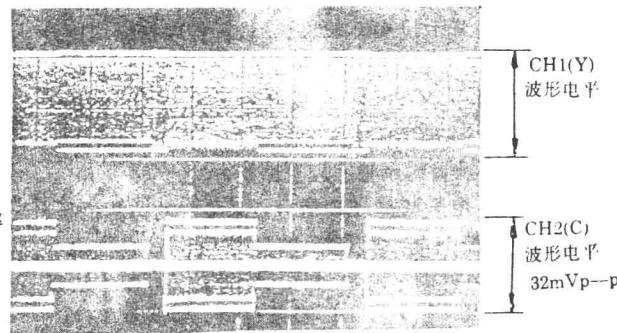

图 6 FM 记录电流
8. FM 记录电流的调整: Y 记录电流有一个最佳值, 过小或过大都会使重放输出减小, 而 C 记录电流过大时, 会产生网纹干扰。正确的调整方法是从 LINE IN 输入 PAL 彩条信号, 测试点 TP507, TP508(GND)接示波器, 先调 VR501, 使亮度波形消失, 调 VR502, 使色度幅度为 32 ± 2 mV_{p-p}, 再调 VR501, 使亮度记录电流的幅度为 130 ± 5 mV_{p-p}, 见图 6 所示。